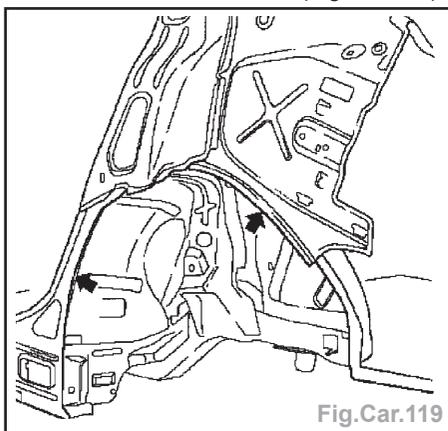

Fig.Car.119
- Séparer le passage de roue extérieur et conserver 5 mm de bride (Fig.Car.119).